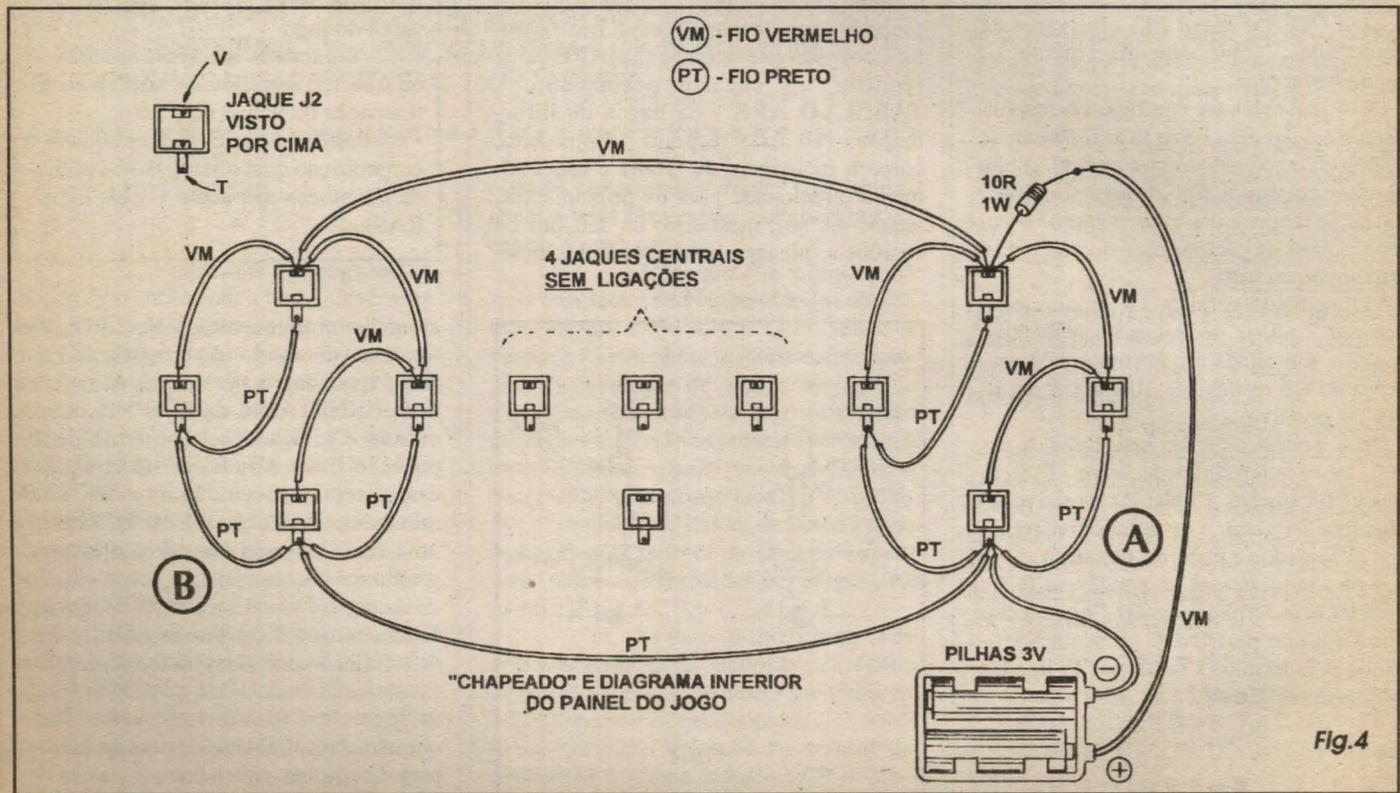

Fig.4
- FIG. 4 - CHAPEADO DA MONTAGEM DOS JAQUES, E DISPOSIÇÃO GERAL DO PAINEL DE JOGO, PELA SUA FACE INFERIOR... - Como se o caro leitor/hobbysta estivesse observando o painel de jogo *por baixo*, a figura traz todo o diagrama de interligações dos jaques (entre si e com relação à alimentação...). Observar, na mesma figura, a identificação (ainda visto por baixo) dos terminais utilizados nos jaques J2 mono. Convém ainda, para evitar confusões ou trocas, usar o código de cores recomendado para a fiação, no qual a sigla VM significa *cabinho* com isolamento **vermelho**, enquanto que PT significa fio com isolamento em **preto** (VER LISTA DE PEÇAS)... Atenção, finalmente, à poliaridade dos fios provenientes do suporte das pilhas, e à intercalação do único resistor de 10R x 1W, logo no *cabinho vermelho (positivo)* proveniente do dito suporte... Para que tudo fique elegante, com aparência profissional, e também para que fique facilitada uma eventual manutenção ou retificação de algum erro de ligação, é bom manter toda a fiação tão curta quanto o permitirem os diversos percursos e co-nexões... Lembrar sempre que aqueles *fiozões* enormes, *sobrando*, pendurados pra todo lado, além de enfeiar a montagem, constituem fontes de problemas e falhas...